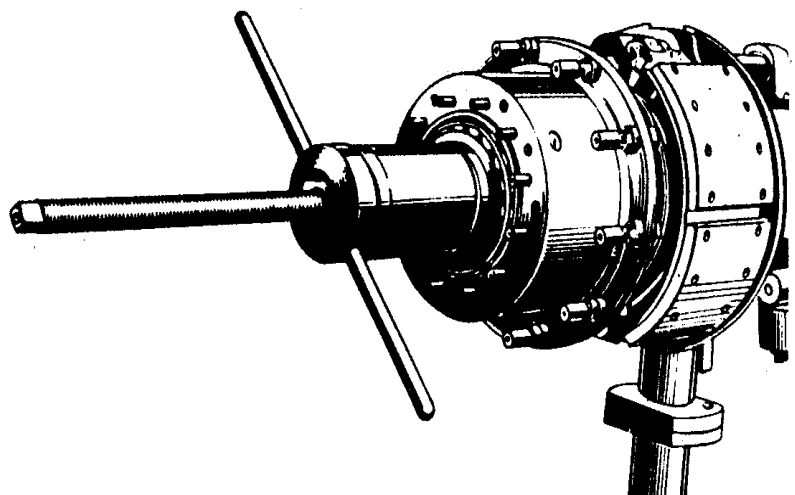

Рис. 8. Запрессовка наружного кольца
1. После расчета толщины прокладок в ступицу вложить соответствующее внутреннее кольцо внутреннего подшипника, установить в канавку стопорное кольцо (17) и с помощью дорна Т17-2241 запрессовать уплотнитель Stefa 1НН1 155×190×17.54+HR (18).
2. На цапфу поворотного кулака надеть «О»-кольцо 105×3 (48), уплотнительное кольцо (19) и запрессовать внутреннее кольцо с сепаратором внутреннего подшипника 32221 (51). Установить ступицу (16) с помощью приспособления Т17-2246 на цапфу поворотного кулака (рис. 8). После удаления от приспособления, надеть распорную втулку (52), рассчитанные регулировочные прокладки (53 – 56) и внутреннее кольцо внешнего подшипника 30221 (57), который тоже запрессовать на поворотный кулак. В скрепленном состоянии проверить плавность поворачивания ступиц. Приспособление развернуть и снять. При установке ступицы на поворотный кулак, рекомендуется применять подвеску ступицы колеса и подходящее подъемное устройство.
Глубиномером измерить расстояние торца, задвинутый внешний ведущий вал от опорной поверхности для колпачка держателя сателлитных зубчатых колес (размер «А») (рис. 8). Из полученного результата вычесть 0,3 – 0,5 мм и на такую длину корректировать размер опоры (6) вала, гарантирующий требуемый аксиальный зазор внешнего ведущего вала.